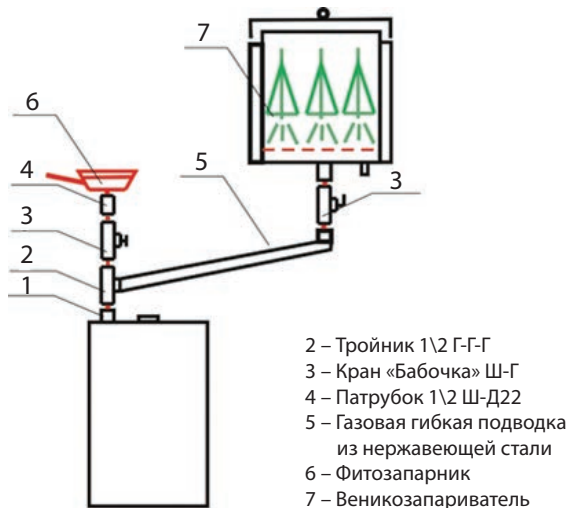

Рис. 5 Схема отбора насыщенного пара от парогенератора
2.2.6 В качестве опции к Устройству возможно подключение Фитозапарника и (или) Венικοзапарника в соответствии со схемой подключения рис. 5. К штуцеру отбора пара (поз. 1 рис. 5) через кран (поз. 3, рис. 5) подключается Фитозапарник (поз. 6 рис. 5), или, посредством гофрированной трубы из нержавеющей стали (поз. 5 рис. 5), Веникозапарник (поз. 7 рис. 5). При одновременном использовании Фитозапарника и Веникозапарника используется тройник (поз. 2 рис. 5)
В Устройстве режим автоматического поддержания температуры в парильном помещении дополнен режимом парогенерации. Для включения ЭГПП следует нажать клавишу на левой боковой стороне ПУ (поз. 1, рис. 6), при этом на ПУ должен светиться индикатор красного цвета (поз. 2, рис. 5). Примерно через 30 мин. начнется генерация паровоздушной смеси.